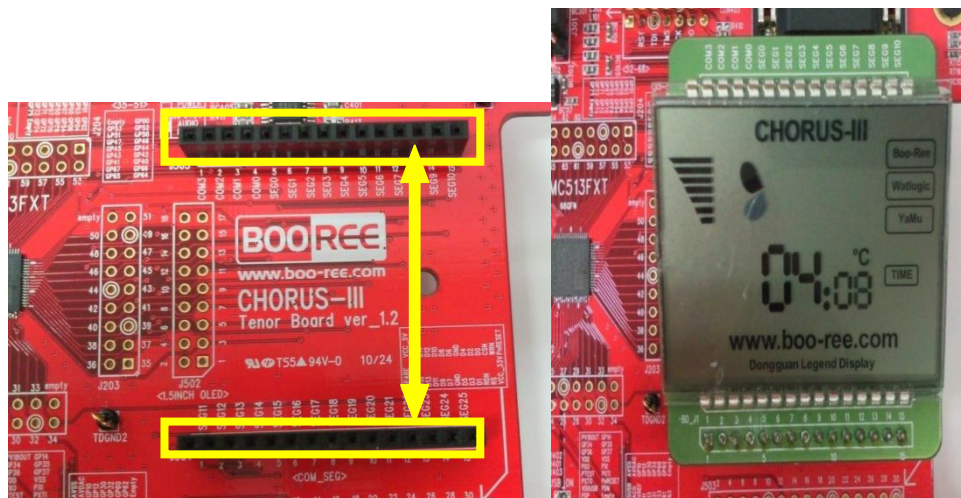

FIGURE. 18
- Figure.18 의 Segment LCD 는 BOO-REE 사 에서 제작한 보드로써 26SEG 와 4COM Signal 을 사용한다.